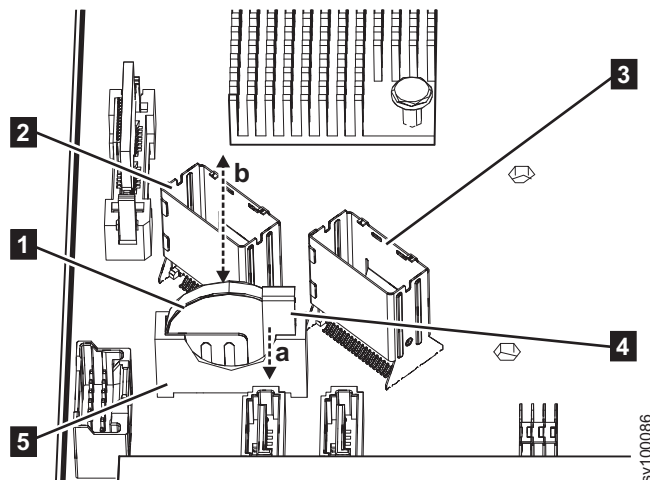

図 189. 2145-SV1 CMOS バッテリーの交換
- a. バッテリー・ホルダー・キャッチ **4** を 図 189 に示されている方向 (a) に引き出します。
- b. 図 189 に示されている方向 (b) に向かって、バッテリーをホルダー **5** に挿入します。バッテリーの「+」マークがノードの前面側に向いている必要があります。